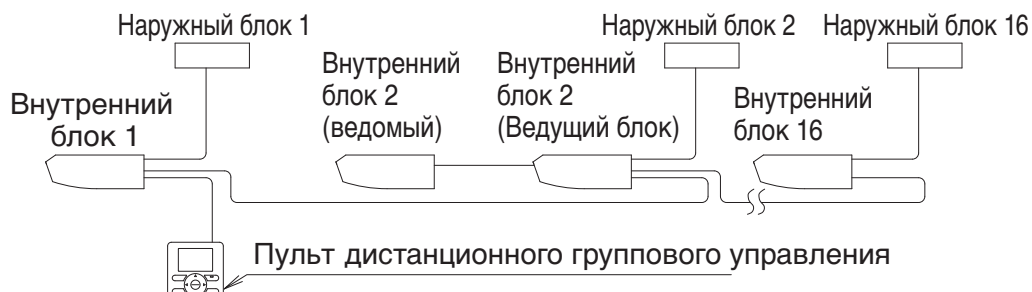

Рис. 34
- При использовании в качестве сдвоенного блока или ведущего блока в режиме одновременной работы можно производить одновременное (групповое) управление пуском/остановом до 16 блоков включительно с помощью пульта дистанционного управления. (См. рис. 34)